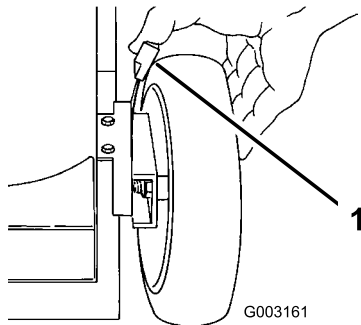

Figura 19
3. Ajuste las cuatro ruedas a la altura de corte de 64 mm (Figura 19).
4. Mueva el control de velocidad sobre el terreno a la posición de Punto muerto (N).
1. Tire de la palanca de ajuste de la altura de la rueda hacia la rueda (Figura 19) y muévala a la posición deseada.